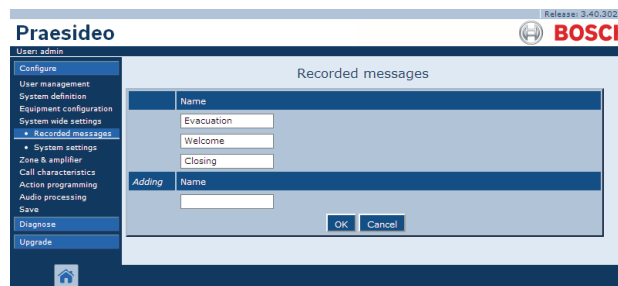

Abb. 44.3: Anmelden von Durchsagen, Schritt 2
- 2 Klicken Sie auf die Schaltfläche *Add*, um eine aufgezeichnete Durchsage hinzuzufügen. Im Mainframe der webbasierten Benutzeroberfläche erscheint ein Bildschirm, der dem in Abb. 44.3 ähnelt.